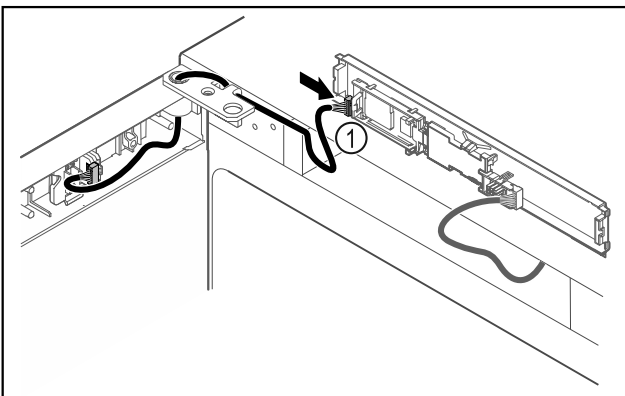

Fig. 44
- ▶ Подключите штекер Fig. 44 (1) к панели.